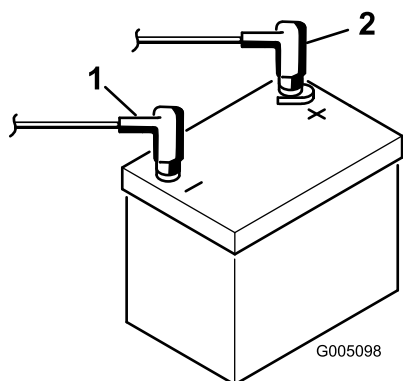

Figura 4
7. Collegate il cavo positivo (rosso) al terminale positivo (+) e il cavo negativo (nero) al terminale negativo (–) della batteria e fissateli con i bulloni e i dadi (Figura 4). Verificate che il morsetto positivo (+) sia completamente sul polo, e che il cavo sia posizionato in modo aderente alla batteria. Il cavo non deve toccare il coperchio della batteria.